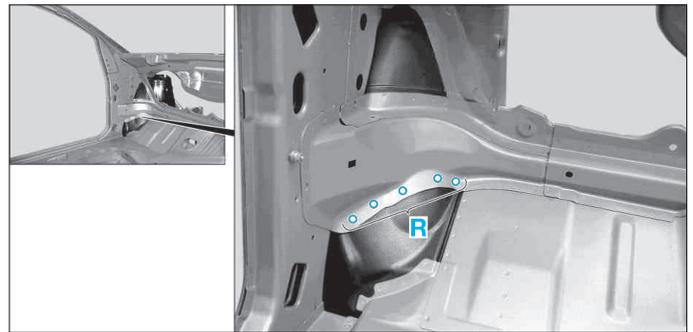

FIG. 30
- Percer des trous (Ø 6,5 mm) dans la zone (R) (Fig.30).